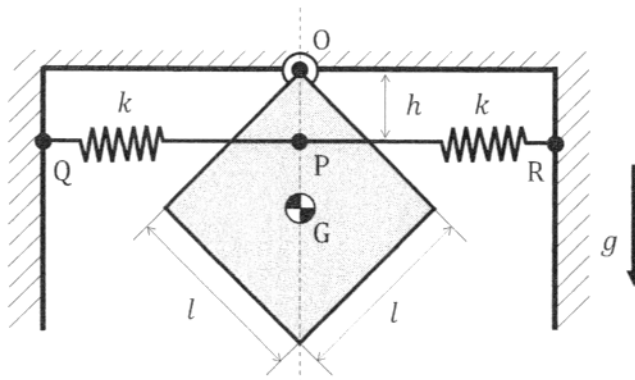

図 2-1
- I. 図 2-1 に示すように，正方形の板と 2 個のばねからなる系を考える．正方形の板の角が点 O でピン支持されており，平面内で点 O まわりに回転する．この板の一边の長さを l ，質量を m ，厚さおよび密度は一様とする．点 O まわりの板の慣性モーメントを J とする．点 G は板の重心である．また，2 個のばねが点 O から鉛直下方向に h の位置にある点 P で板に固定されている．ばねの他端はそれぞれ点 Q と点 R で壁に固定されている．ばねのばね定数はともに k とする．重力加速度は g である．図は系の静止状態を示している．点 O まわりに板の微小振動が生じる場合を考える．鉛直方向からの板の回転角を θ とする．ただし，回転角 θ と，ばねの変位は微小であるものとし， $\cos \theta \cong 1 - \frac{1}{2}\theta^2$ ， $\sin \theta \cong \theta$ と近似する．板の回転運動の摩擦，空気抵抗，ばねの質量は無視できるものとする．以下の設問に答えよ．